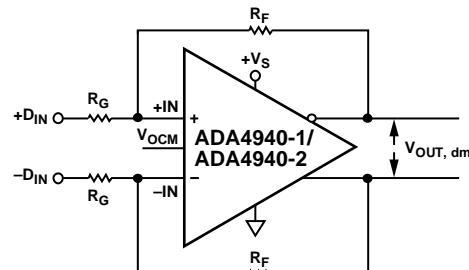

图64. 针对平衡(差分)输入的ADA4940-1/ADA4940-2配置
**表15. 以地为参考的差分输入、直流耦合、 $R_L = 1 \text{ k}\Omega$ (见图64)**
电路的有效输入阻抗取决于放大器是由单端信号源驱动，还是由差分信号源驱动。对于平衡差分输入信号(如图64所示)，两个输入端( $+D_{IN}$ 和 $-D_{IN}$ )之间的输入阻抗( $R_{IN, dm}$ )为：